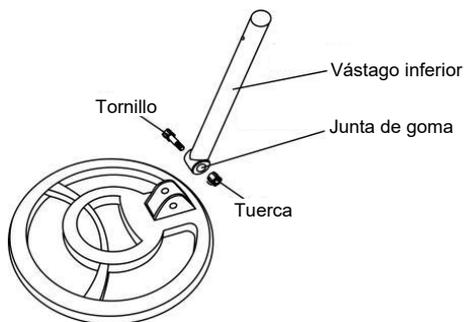

Fig.2
1. Afloje el pomo de bloqueo del vástago inferior y retire el perno. Instale el vástago inferior en la bobina de búsqueda y bloquéelo firmemente (Ver Fig.2). Tenga en cuenta que la junta de goma debe colocarse correctamente.